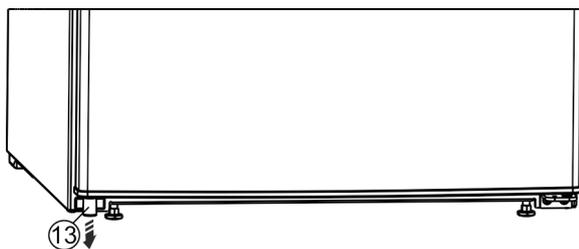

Fig. 14 *
- ▶ Estrarre il distanziatore Fig. 14 (13) dalla porta, in basso a sinistra.*